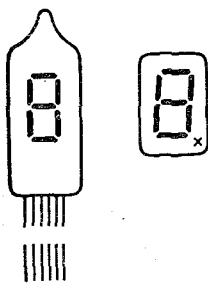

Рис. 20. Вакуумные накаливаемые индикаторы
*Вакуумным накаливаемым индикатором* называют электровакуумный прибор с расположенными внутри него элементами излучения в виде нитей накаливания (рис. 20). Вакуумный индикатор состоит из стеклянного баллона, внутри которого на изолированном основании подвешены на опорах нити накаливания в виде знаков или цифр. Каждая цифра может представлять отдельную нить накала, при этом все цифры пространственно разделены. Однако в большинстве случаев выпускаются индикаторы с взаимно расположенными нитями накаливания, позволяющими на